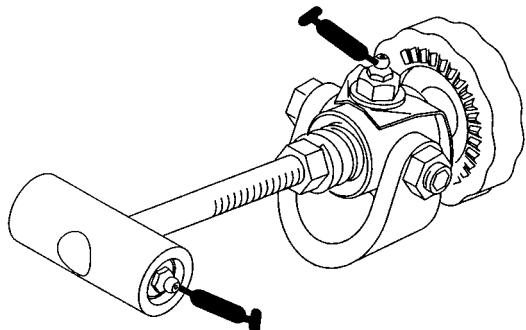
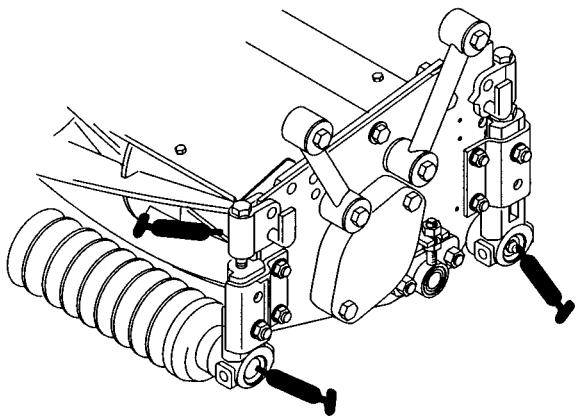

Bild 6
Bild 7
1. Die Schmiernippel (und Mengen) befinden sich an den folgenden Stellen: Untermessereinstellung (2) (Bild 6); Spindellager (innen an den Seitenblechen) (2) sowie an den vorderen und hinteren Walzen (je 2 St.) (Bild 7).